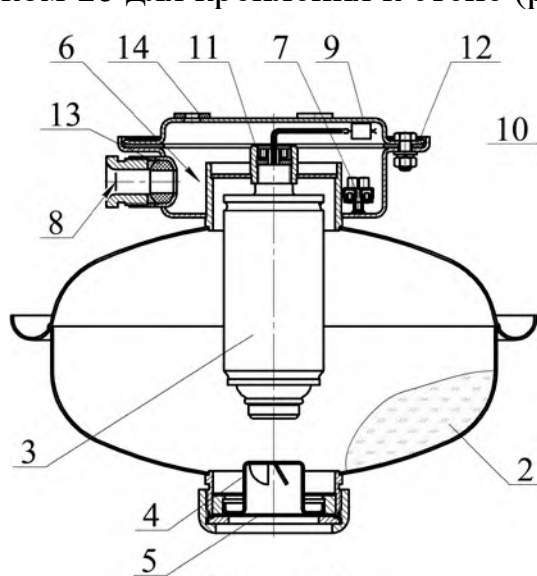
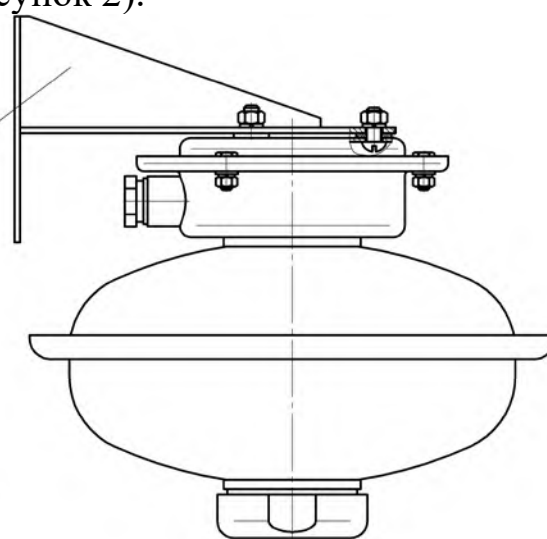

Рисунок 1
Рисунок 2
В верхней части МПП снабжён кронштейном 9 для крепления к потолочному перекрытию (рисунок 1) или закрепленным на кронштейне 9 переходником 10 для крепления к стене (рисунок 2).
2.1.3 Закрепить кронштейн **9** (см. рисунок 1) на потолке или переходник **10** (см. рисунок 2) с кронштейном **9** на стене. Крепление кронштейна **9** к потолку производить через резиновые прокладки **14**. Координаты отверстий в кронштейне, предназначенном для крепления МПП на потолке, приведены на рисунке 4а), в переходнике для крепления на стене – на рисунке 4б).
2.1.4 Через резиновую прокладку **12** (см. рисунок 1) состыковать МПП с кронштейном **9** и закрепить соединение гайками. Соединение кронштейна **9** МПП с переходником **10** (см. рисунок 2) производить через резиновые прокладки **14**.